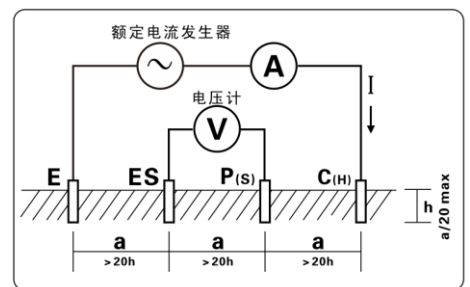

图 2 (土壤电阻率测量原理图)
4. 土壤电阻率 (ρ) 测量采用 4 极法 (温纳法)：E 接地极与 C(H) 电流极间流动交流电流 I，求 P(S) 电压极与 ES 辅助地极间的电位差 V，电位差 V 除以交流电流 I 得到接地电阻值 R，电极间隔距离为 a (m)，根据公式 $\rho = 2\pi aR (\Omega m)$ 得出土壤电阻率的值，C(H)-P(S) 的间距与 P(S)-ES 的间距相等时 (都为 a) 即为温纳法。为了计算方便，请让电极间距 a 远大于埋设深度 h，一般应满足 $a > 20h$ ，见下图 2。